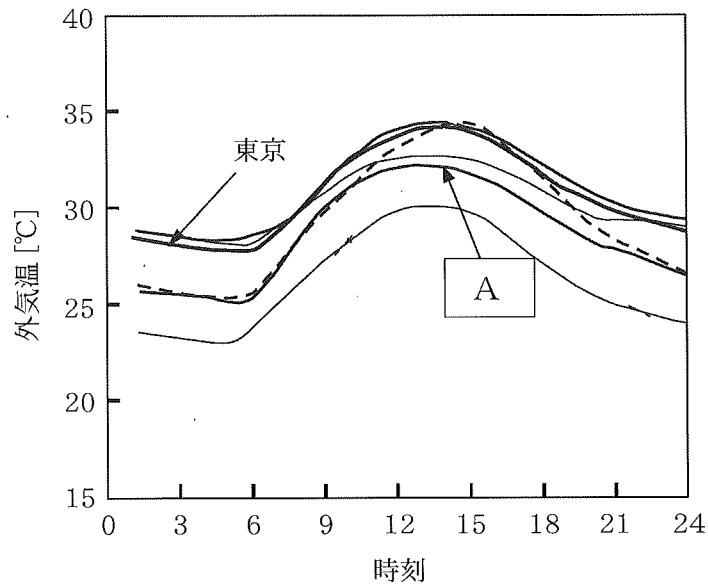

図1-1 冷房設計用外気温度（TAC2.5%）
(1) 図1-1は、主要都市の冷房設計用外気温度（TAC2.5%）を表している。線Aが示している都市は□である。解答番号は (1) 。